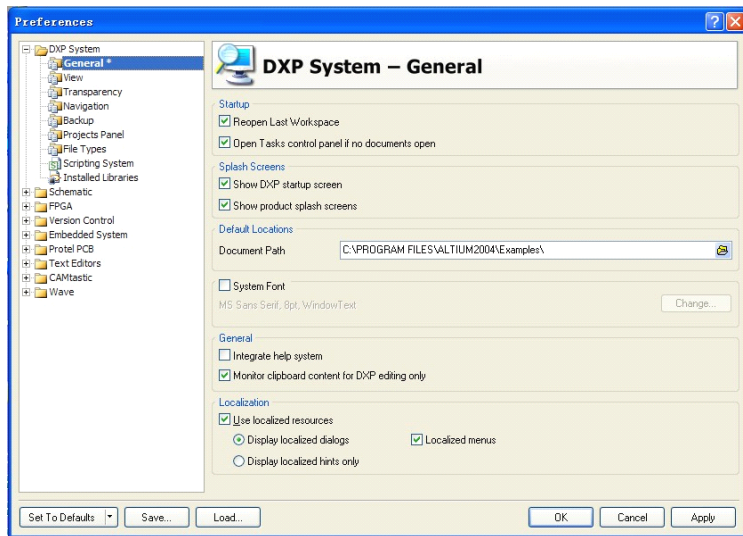

图 1-1-9 Protel 2004 优先设定界面
2、如图 1-1-9 进入到 Protel 2004 优先设定界面，将 Use localized resources 打